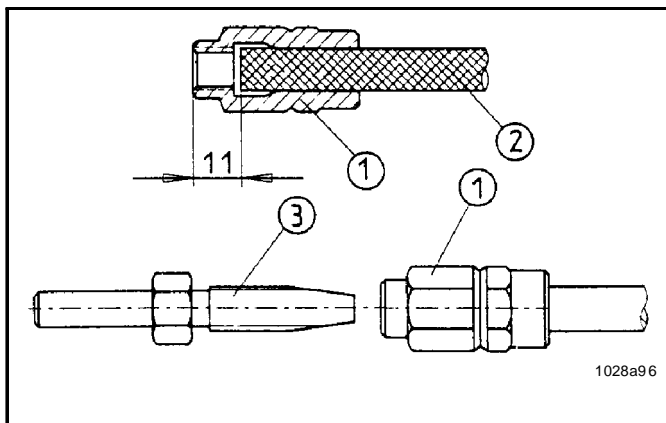

Fig. 7 Premontaggio delle bussola filettate e delle boccole per tubo flessibile sul tubo flessibile per alte pressioni
- ➔ Avvitare la bussola filettata, fig. 7, verso sinistra sul tubo flessibile 2, fino a raggiungere la misura indicata di 11 mm. Quindi inserire e avvitare la boccola per tubo flessibile 3 nella bussola filettata 1.